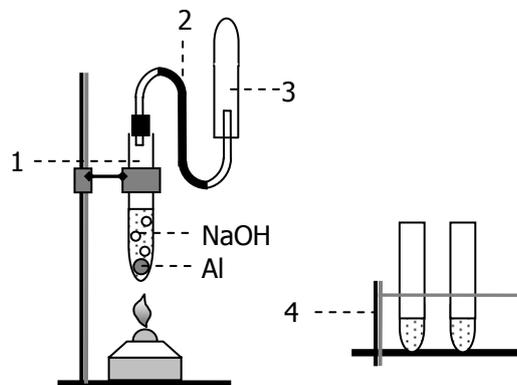

Рис. 3. Установка для получения водорода из щелочного раствора
**А. Получение водорода из щелочного раствора.** Собрать установку (рис. 3). Положить в пробирку (1) 4 кусочка алюминия и прилить 4 мл 1М гидроксида натрия. Заткнуть пробирку пробкой с газоотводной трубкой (2) и на последнюю надеть пробирку (3). Осторожно нагреть пробирку (1) спиртовкой и собирать в течение 3–4 минут выделяющийся газ. Доказать, что он содержит  $H_2$  (как?).
**Б. Восстановление перманганата калия.** В две пробирки налить по 3 мл 20%-ной  $H_2SO_4$  и по 2 капли 0,1М  $KMnO_4$ . В одну пробирку поместить 4 гранулы цинка, а через раствор во второй – пропускать  $H_2$  из газоотводной трубки (2), опустив ее до дна пробирки; следить, чтобы жидкость не засосало в трубку. Через 10 минут сравнить окраску растворов в обеих пробирках1 и сделать вывод. Кинетическая или термодинамическая активность сравнивается в этом опыте для  $H_2$  и "H"?
**В. Определение изменения щелочности раствора.** Из пробирки (1) (рис. 3) с помощью пипетки отобрать 1 мл раствора в стакан на 50 мл. (Гранулы Al сразу же промыть водопроводной водой и сдать препаратору.) В другой такой же стакан поместить 1 мл исходной 1М щелочи. Затем в оба стакана добавить по 20 мл воды (с какой целью?) и измерить pH полученных растворов с помощью pH-метра. Рассчитать и объяснить изменение концентрации гидроксильных ионов в результате реакции воды с Al.